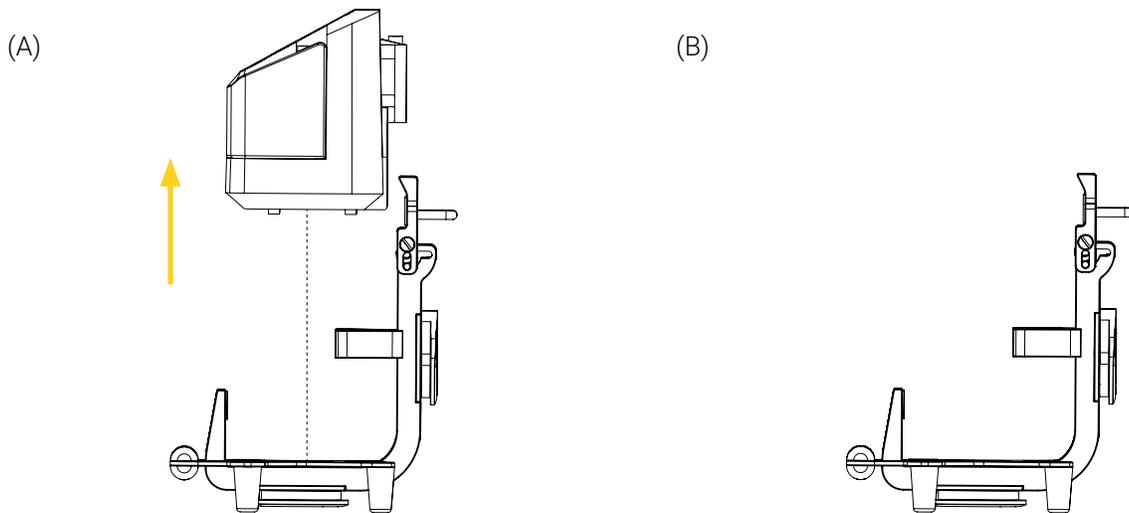

Figure 9: Retrait de l'appareil médical du support
2. Soulever et retirer l'appareil médical du support verticalement (Figure 9), en portant une attention particulière à ne pas coincer les tubulures de l'appareil médical, puis le mettre de côté sur une surface plate et propre, ou le ranger en suivant vos protocoles internes.